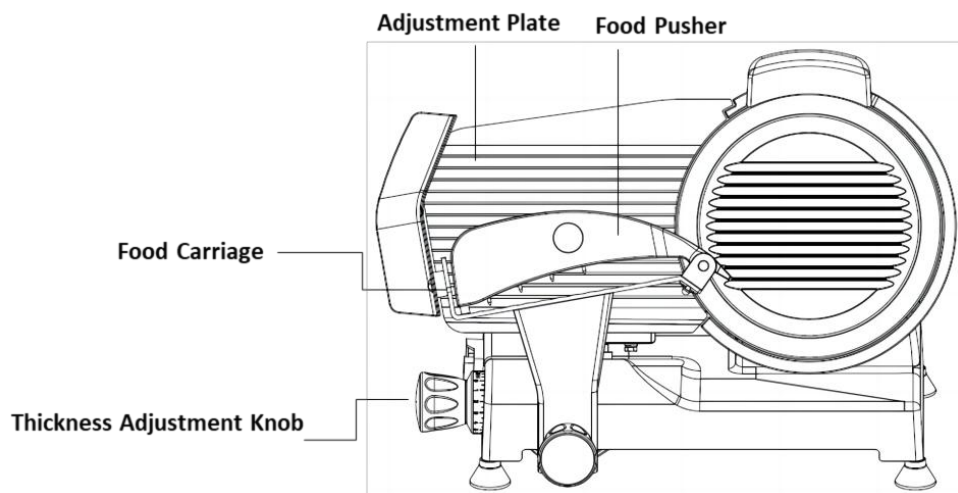

Figura 1
3. Coloque los alimentos en el carro deslizante para alimentos (parte n.º 5) entre la placa de ajuste (n.º 3) y el empujador de alimentos (n.º 12). Para evitar lesiones, utilice SIEMPRE el mango empujador de alimentos (n.º 11) para cortar la carne. (Consulte la figura 1)
4. Gire la perilla de ajuste de espesor (Parte n.º 2) para configurar la placa de ajuste (Parte n.º 3) para el espesor de corte deseado. Gírelo en el sentido de las agujas del reloj para cortes más finos y en el sentido contrario a las agujas del reloj para cortes más gruesos. (Consulte la figura 1)